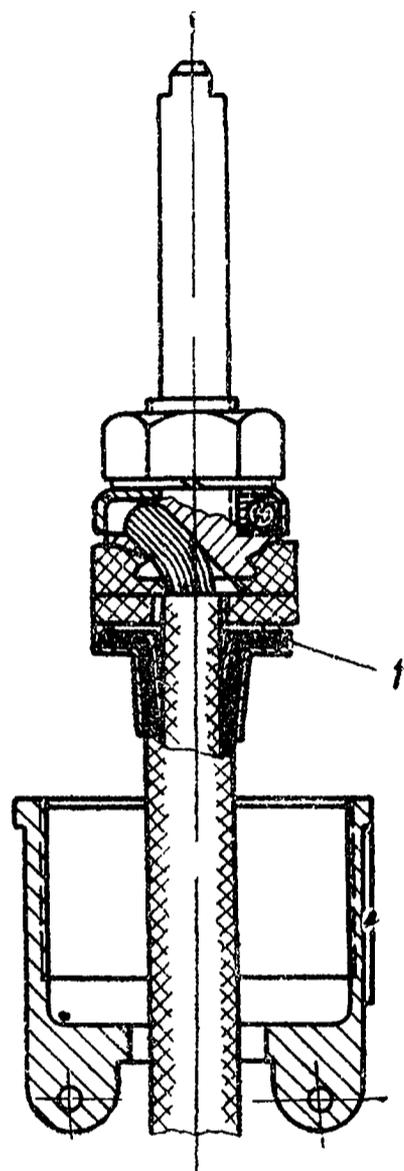

Рис. 54 Заделка низковольтных проводов в штепсельные разъемы 1 — экранирующая металлическая оплетка.
4. Заделка экранирующей оплетки в штепсельные разъемы проводов катушки зажигания, реле-регулятора, генератора и фильтров радиопомех требует особого внимания и должна быть произведена, как указано на рис. 54.